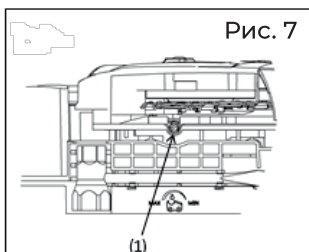

Рис. 7
Подачу масла на цепь, при необходимости, можно отрегулировать, с помощью регулировочного винта (1) Рис. 7.